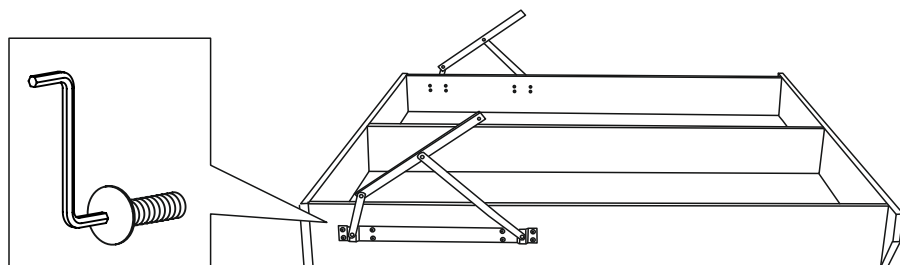

Рис. 1
1. Установить кронштейны без газовых пружин на продольные царги, закрепив их на гайки со сферической головкой и винты М6х15. Обратите внимание, что гайка должна располагаться внутри ниши (рис. 1).